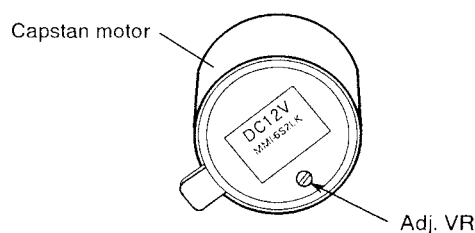

Fig. 2-2
3. 周波数値が 3,000 ~ 3,010Hz となるように Fig. 2-2 に示す VR を調整する。